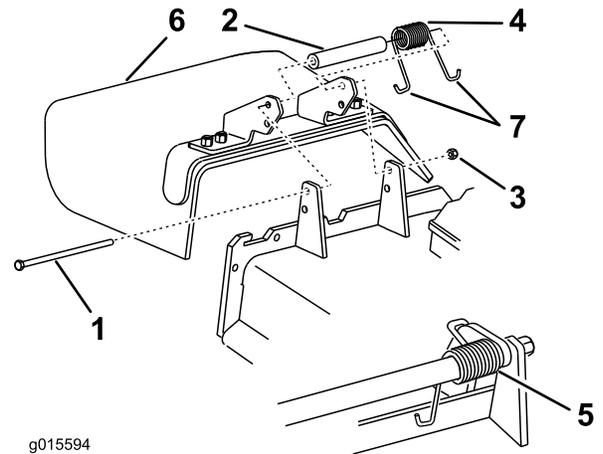

Figura 103
1. Retire la contratuerca, el perno, el muelle y el espaciador que sujetan el deflector a los soportes de pivote (Figura 103).
2. Retire el deflector de hierba dañado o desgastado (Figura 103).
Nota: Asegúrese de colocar un extremo con gancho en J del muelle detrás del reborde de la carcasa antes de instalar el perno, según se muestra en Figura 103.
6. Coloque 1 extremo en J del muelle alrededor del deflector de hierba (Figura 103).